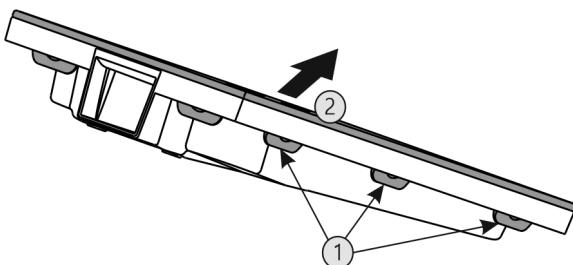

Fig. 41
- Apăsați toate eclisele Fig. 41 (1) consecutiv și scoateți capacul Fig. 41 (2).